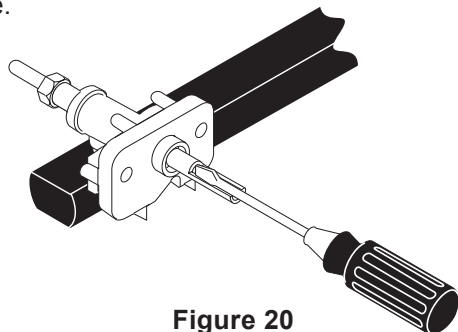

Figure 20
- Insérez un tournevis à pointe fine dans la tige creuse du robinet et insérez dans la tête de la vis. La hauteur de la flamme peut être augmentée ou diminuée en tournant la vis. Tournez la vis dans le sens anti-horaire pour augmenter la dimension de la flamme. Tournez la vis dans le sens horaire pour diminuer la dimension de la flamme (Figure 20). Ajustez la dimension flamme jusqu'à ce que vous puissiez tourner rapidement le bouton de LITE à la plus basse position (LOW) sans éteindre la flamme. Celle-ci devrait être aussi minuscule que possible sans s'éteindre.